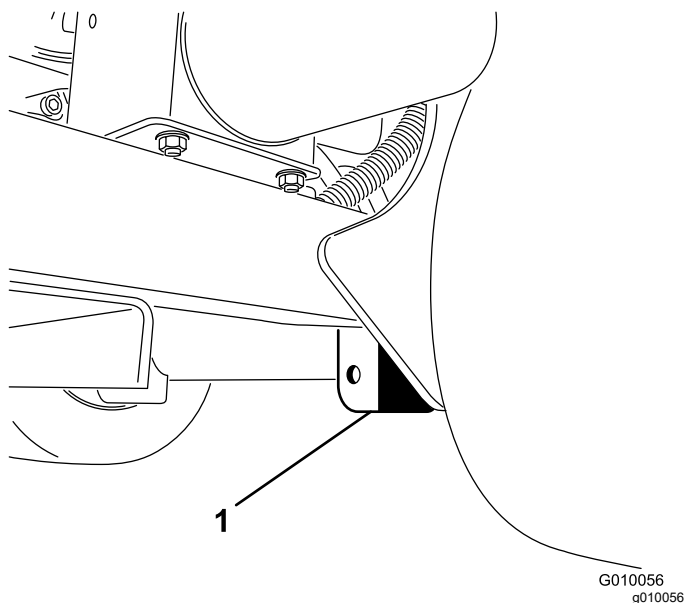

Figura 38
3. Așezați cricul în siguranță sub placa cadrului, în interiorul roii spate (Figura 38).